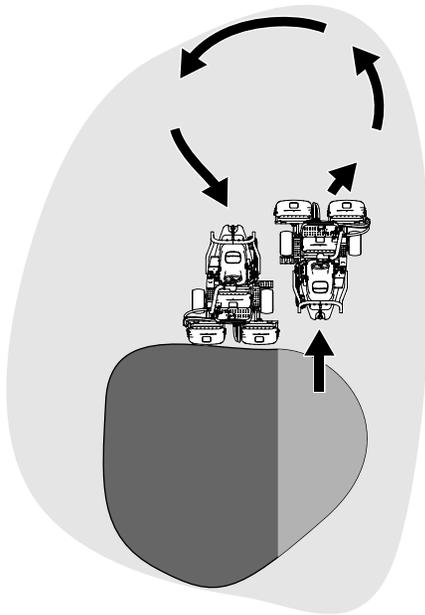

図 23
6. Uターンするとき、一旦反対側にハンドルを切ってから旋回すると、楽に、しかも効率良く回ることができます。例えば右に旋回したいときには、軽く左に振ってから右に回ると雨だれ形 図 23 の旋回になって次の列そろえが楽になります。